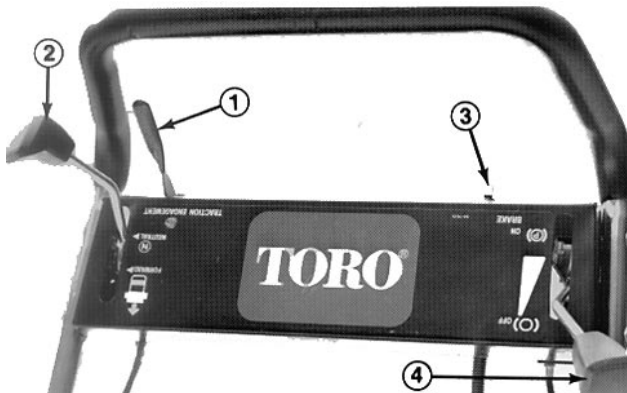
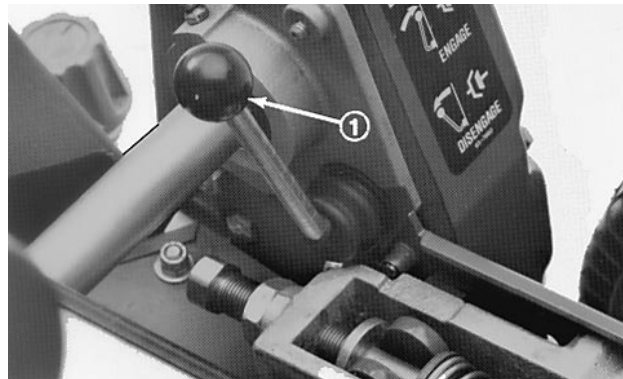

Fig. 12
Fig. 13
**Manøvrehåndtag** (Fig. 12)—Sidder forrest på kontrolpanelet i højre side. Håndtaget har 2 stillinger: FRIGEAR og FREMAD. Håndtaget føres fremad for at tilkoble manøvredeivet.
**Afbryderkontakt** (Fig. 12)—Sidder bagest på kontrolpanelet i venstre side. Sæt kontakten på TILSLUTTET for at starte motoren og på AFBRUDT for at standse den.
**Drifts/Parkeringsbremse** (Fig. 12)—Sidder forrest på kontrolpanelet i venstre side. Brug bremsen til at nedsætte maskinens hastighed eller standse den. Bremsen kan også bruges som parkeringsbremse. Håndtaget trækkes tilbage over centrum for at aktivere parkeringsbremsen.
**Gasregulator** (Fig. 12)—Sidder bagest på kontrolpanelet i højre side. Regulatoren har to positioner: HURTIGT og LANGSOMT. Motorens omdrejningstal kan reguleres mellem de to positioner.
**Knivcylinderens til/frakoblingshåndtag** (Fig. 13)—Sidder forrest på maskinen i højre hjørne. Håndtaget har to positioner: TILKOBLET og FRAKOBLET. Håndtaget trækkes opad for at tilkoble knivcylinderen og nedad for at frakoble den.
1. Sørg for at manøvrehåndtaget (Fig. 12) og knivcylindertil/frakoblingshåndtaget (Fig. 13) er FRAKOBLET.
3. Sæt afbryderkontakten (Fig. 12) på TILSLUTTET.
4. Sæt gasregulatoren (Fig. 12) på HURTIGT.